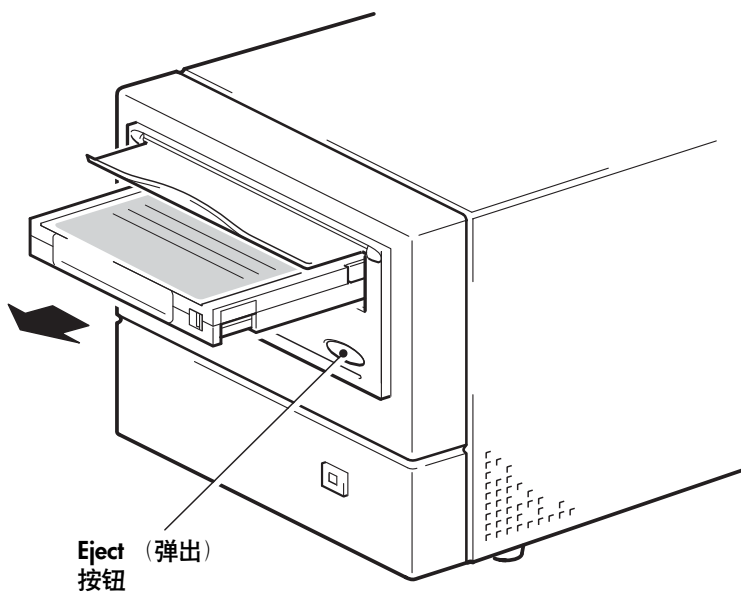

图 7b: 取出盒式磁带
- 1 按下前面板的 Eject（弹出）按钮。（见图 7b。）